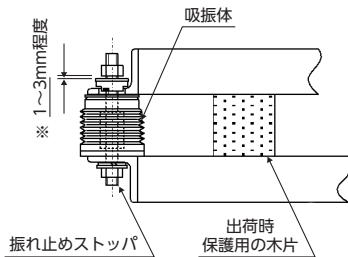

図5-1 吸振体と振れ止めストッパボルト
- ・出荷時保護用の“木片”は振れ止めストッパボルトを緩めてから外してください。（図5-1参照）木片を外さないと防振が機能せず、異常振動の原因となります。
- ・緩み止め六角ナットは防振を効かすため、1～3mm程度の隙間を確認、調整してください。（図5-1参照）